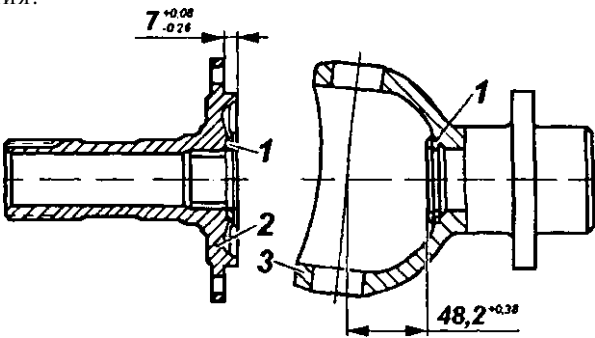

Рис. 9.21. Установка упорной шайбы:
- Масляные канавки упорных шайб должны быть обращены к шарниру. Размер от плоскости упорной шайбы 1 (рис. 9.21) до фланца цапфы 2 должен быть $7^{+0,08}_{-0,06}$ мм, от плоскости шайбы 1 до центра шаровой опоры 3 - $48,2^{+0,38}$ мм.